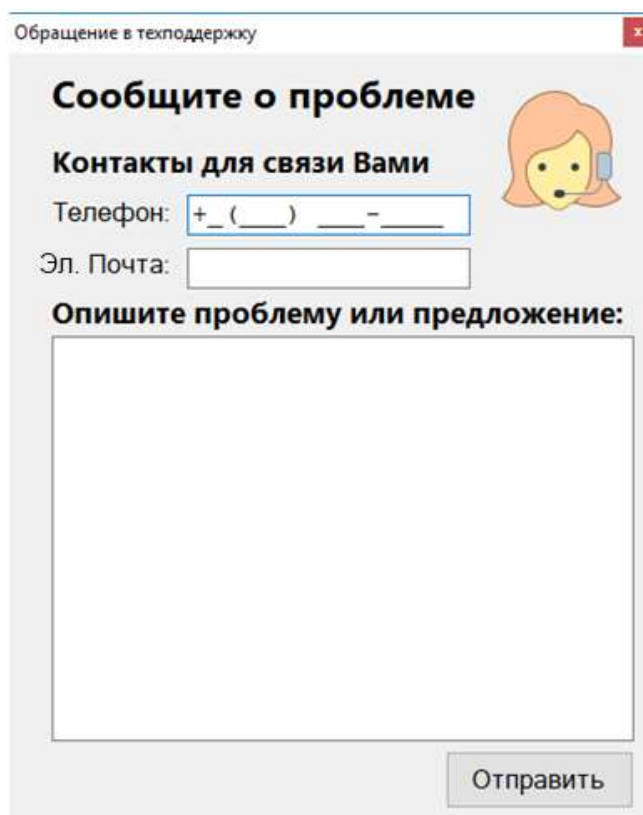

Рисунок 3.14 – Окно обращения в службу технической поддержки
3.6.1.2 В окне обращения в службу технической поддержки (рисунок 3.14) заполнить поля контактных данных для обратной связи и текстовое поле для описания проблемы или предложения. Контактные данные: либо телефон, либо адрес электронной почты являются необходимым условием, для создания заявки.